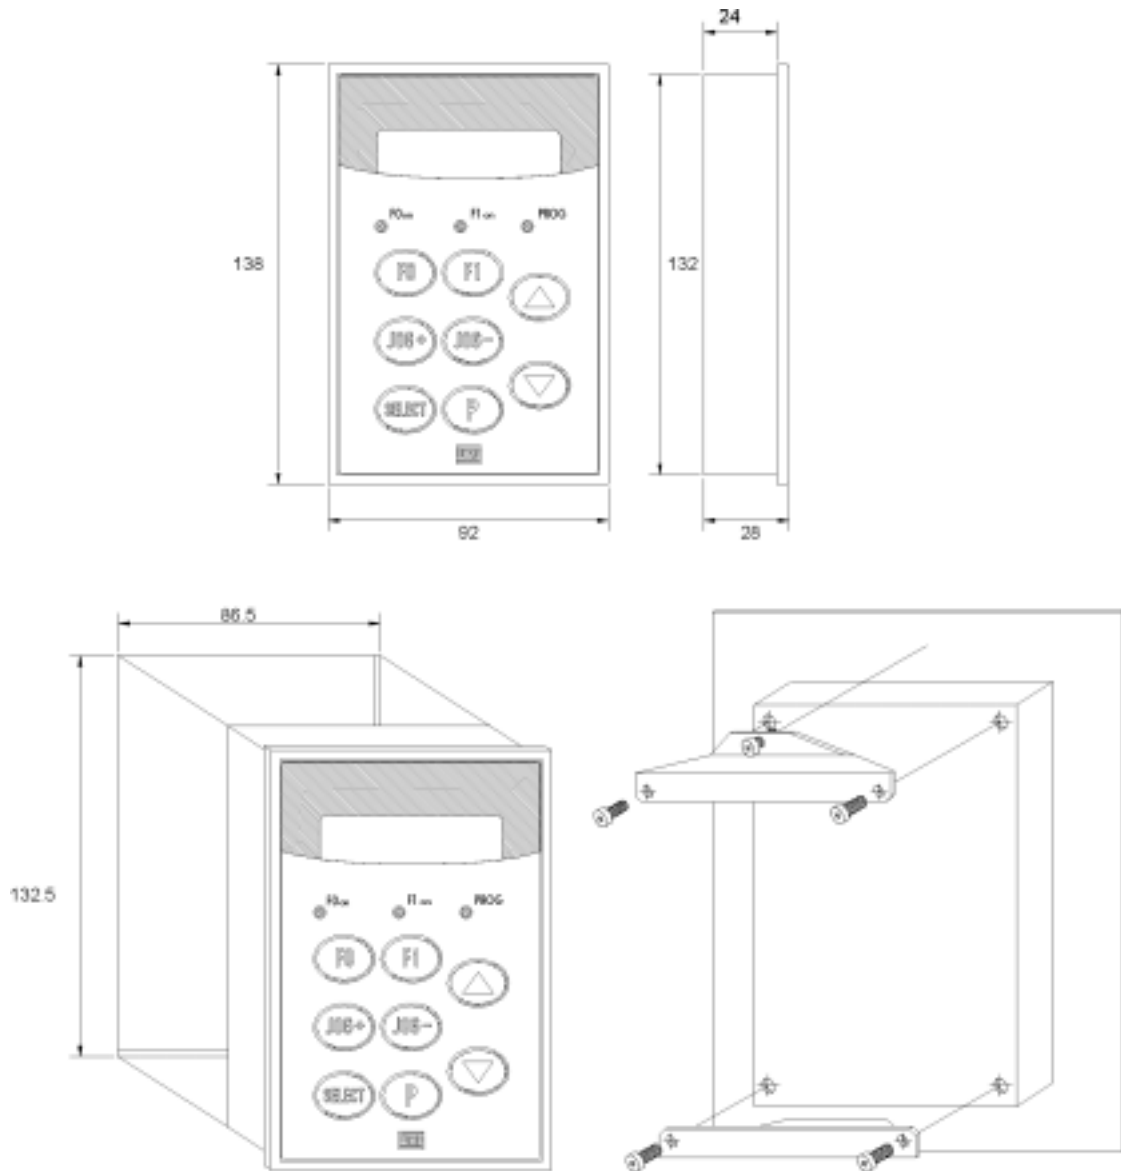

Figura 8.11 - Dimensional/Fixação IHM-4S
- Para fixação ver figura 8.11.